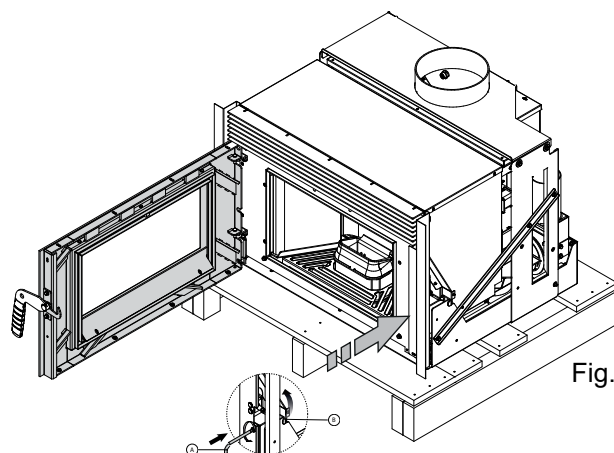
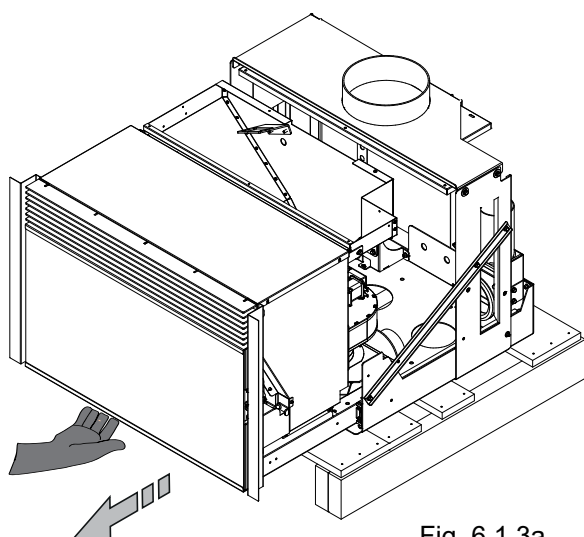

Fig. 6.1.2
Fig. 6.1.3a
4. Inserire la brugola (A) nella sede di sblocco fermo; premere e ruotare in senso antiorario la leva di chiusura in posizione (B) (Fig. 6.1.2), chiudere la porta e tirare verso l'esterno la macchina fino al termine della corsa delle guide (Fig. 6.1.3a).